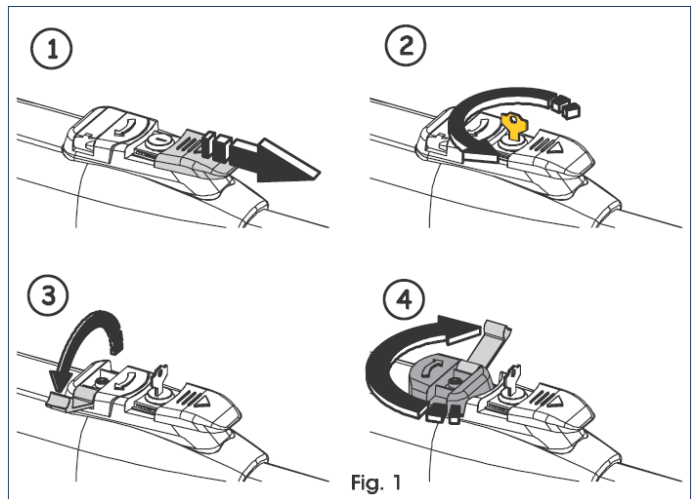

Fig. 1
2. Glisați învelișul de protecție Fig. 1 - 1.
3. Introduceți cheia și rotiți cu 90°, Fig. 1 - 2.
4. Ridicați levierul de mevrare Fig. 1 - 3.
5. Pentru deblocarea operatorului, rotiți cu 180° levierul de manevrare în direcția săgeții prezente pe sistemul de deblocare, Fig. 1 - 4.